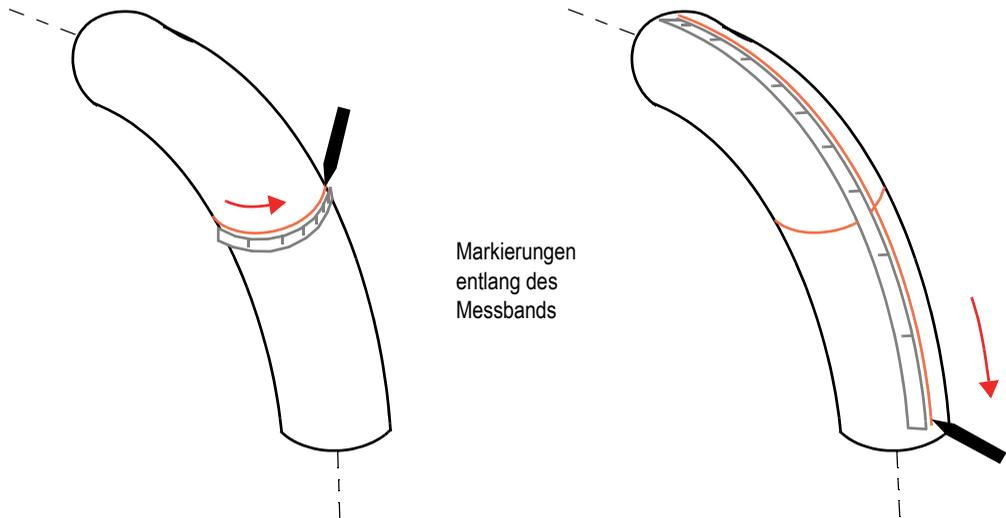

Abbildung 3-6 Markierung der Nullposition (*links*) und der Prüflinie (*rechts*) an einem Rohrbogenrücken
2. Bestimmen Sie Ihre Nullposition (Mitte der Prüflinie) und zeichnen Sie dann Ihre Nulllinie senkrecht zur Längsachse des Prüfteils, mithilfe des flexiblen Messbands als Orientierungshilfe, das um den Umfang gelegt wurde (siehe Abbildung 3-6 auf Seite 33, links).
- Positionieren Sie das flexible magnetische Messband so, dass eine Kante flach auf dem längsten Abschnitt (Rohrbogenrücken) aufliegt, und zeichnen Sie die erste Prüflinie parallel zur Längsachse des Prüfteils (siehe Abbildung 3-6 auf Seite 33, rechts).